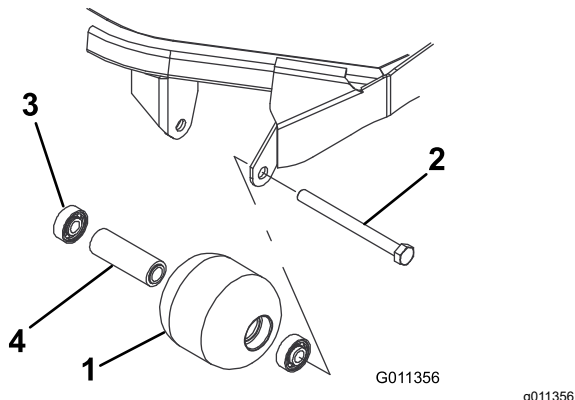

Figura 74
1. Rimuovete il bullone di fissaggio del rullo (Figura 74).
4. Verificate la presenza di eventuali danni sull'alloggiamento, sui cuscinetti e sul distanziale del cuscinetto del rullo (Figura 74). Sostituite i componenti danneggiati e procedete con il montaggio.
1. Montate il primo cuscinetto premendolo nell'alloggiamento all'interno del rullo (Figura 74). Premete soltanto sulla pista esterna o, in misura uguale, sulla pista interna ed esterna.
2. Inserite il distanziale (Figura 74).
3. Spingete il secondo cuscinetto nell'alloggiamento all'interno del rullo (Figura 74) premendo in misura uguale sulla pista interna ed esterna, fino a quando la prima pista non tocca il distanziale.